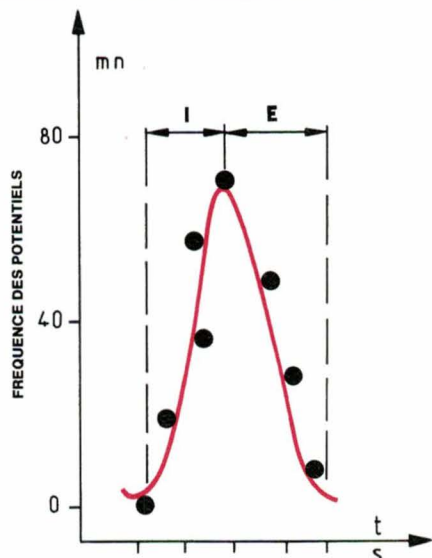

Fig. 12. - Variation de la fréquence des potentiels d'action pendant les phases inspiratoire et expiratoire.
Si l'on enregistre la fréquence des potentiels d'action des pneumogastriques (fig. 12), on constate que leur fréquence augmente pendant l'inspiration et diminue pendant l'expiration. En outre, la section des deux pneumogastriques (X) – double vagotomie – provoque l'apparition d'un rythme respiratoire particulier dit « rythme vagal », se traduisant par une diminution de la fréquence et une augmentation de l'amplitude des mouvements thoraciques. Une faible excitation de l'extrémité centrale du X rétablit le rythme normal. Le nerf pneumogastrique est bien le nerf sensible de la respiration.